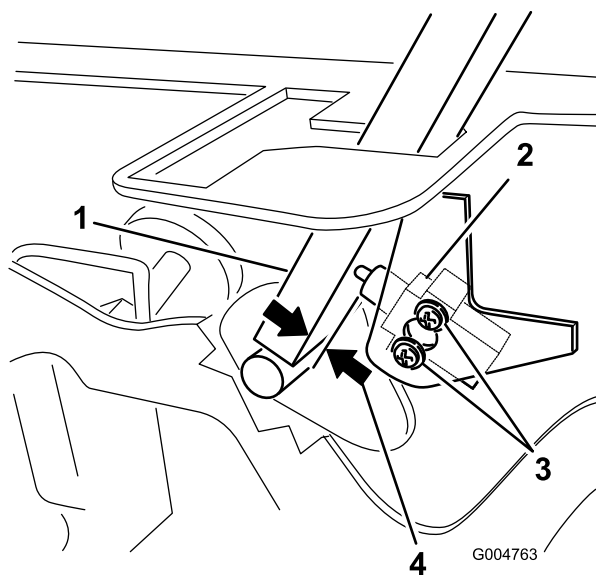

Figura 81
3. Desaperte os 2 parafusos que prendem o interruptor de segurança (Figura 81).
4. Segurando na alavanca de controlo encostada à estrutura, desloque o interruptor na direção da alavanca até que a distância entre a alavanca e o corpo do interruptor seja 0,4 a 1 mm, como se mostra na Figura 81.